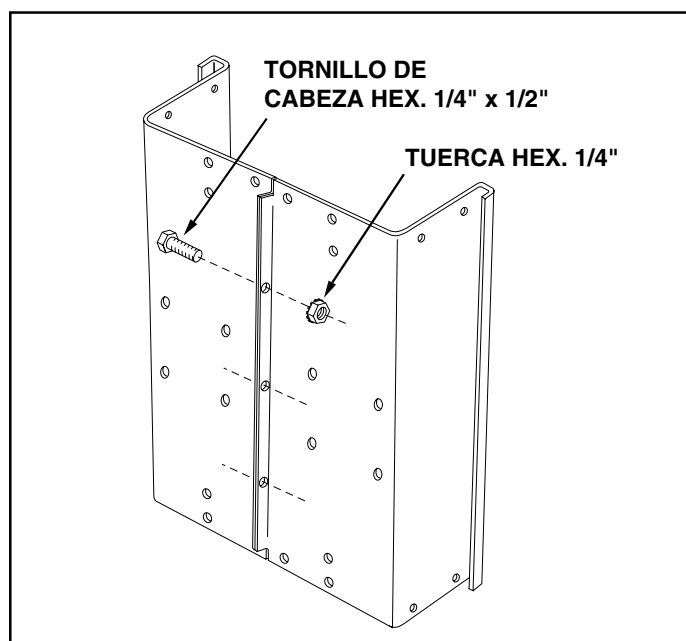

FIGURA 2
3. Coloque de pie las dos mitades del cuerpo del carrito sobre una superficie plana y nivelada, como el suelo de un garaje o un camino pavimentado. Vea la figura 2.